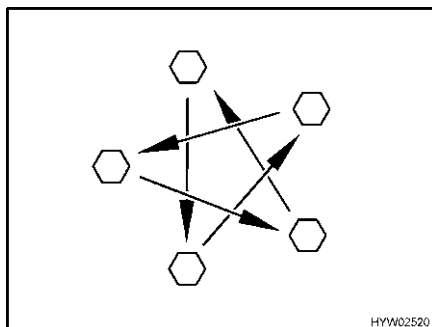

Fig. 176 Serrare a croce i dadi o i bulloni delle ruote
- Controllare regolarmente il serraggio dei dadi o dei bulloni. Regolare a croce (Fig. 176) il serraggio dei dadi o dei bulloni di una ruota sostituita dopo circa 50 km.
- ▷ Serrare a croce i dadi o i bulloni delle ruote (Fig. 176).